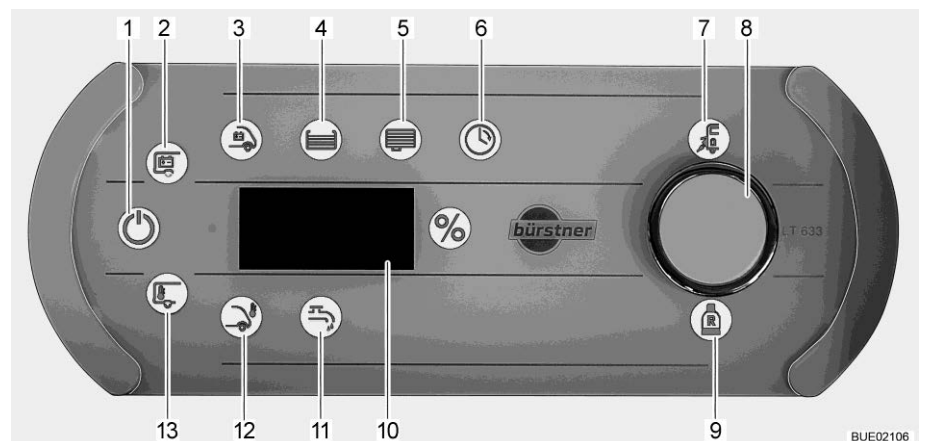

Fig. 184 Panneau de contrôle LT 633
Le symbole du contrôle du réseau (Fig. 184,7) s'allume quand le véhicule est alimenté en tension réseau de 230 V. Les batteries sont chargées.
- Appuyer brièvement sur le bouton rotatif (Fig. 184,8). Le symbole 12 V marche (Fig. 184,1) s'allume. L'alimentation en tension est coupée quand les symboles 12 V marche et batterie de cellule (Fig. 184,2) clignotent trois fois.
- Appuyer sur le bouton rotatif (Fig. 184,8) et le maintenir enfoncé pendant 5 secondes environ. Le symbole de la batterie de cellule (Fig. 184,2) et "On" est visualisé à l'affichage (Fig. 184,10).
- Lâcher le bouton rotatif. Le symbole 12 V marche (Fig. 184,1) s'allume. L'alimentation en tension est active.
- Tourner le bouton rotatif jusqu'à ce que le symbole de la pompe à eau (Fig. 184,11) s'allume. À l'affichage est indiqué l'état actuel de commutation ("ON" ou "OFF").
Quand la pompe à eau est en marche, son symbole est allumé (Fig. 184,11).
- Tourner le bouton rotatif jusqu'à ce que le symbole de la batterie de cellule (Fig. 184,2) s'allume. La tension de la batterie de cellule est indiquée à l'affichage pendant environ 20 secondes (par ex. "13,8U" pour 13,8 Volt).
- Tourner le bouton rotatif jusqu'à ce que le symbole de la batterie de démarrage (Fig. 184,3) s'allume. La tension de la batterie de démarrage est indiquée à l'affichage pendant environ 20 secondes.
**Niveau de remplissage des réservoirs :** ■ Tourner le bouton rotatif jusqu'à ce que le symbole du réservoir d'eau (Fig. 184,4) s'allume. Le symbole "%" s'allume. Le niveau du réservoir d'eau est indiqué à l'affichage pendant environ 20 secondes.
- Tourner le bouton rotatif jusqu'à ce que le symbole du réservoir d'eaux usées (Fig. 184,5) s'allume. Le symbole "%" s'allume. Le niveau du réservoir d'eaux usées est indiqué à l'affichage pendant environ 20 secondes.
Le symbole de la bouteille de gaz de réserve (Fig. 184,9) s'allume quand cette dernière est utilisée.
- Tourner le bouton rotatif jusqu'à ce que le symbole de la température intérieure (Fig. 184,13) ou extérieure (Fig. 184,12) s'allume. La température sélectionnée est indiquée à l'affichage.
- Tourner le bouton rotatif jusqu'à ce que le symbole de l'horloge (Fig. 184,6) s'allume.